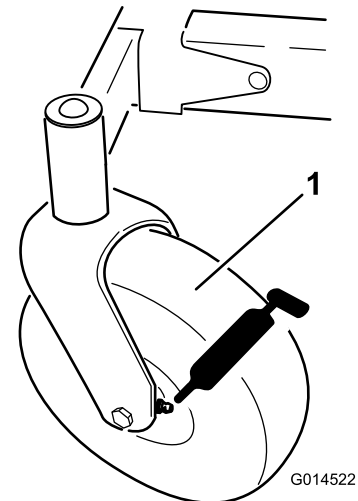
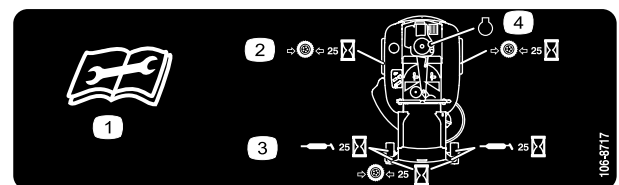

Figure 27
Figure 28
3. Nettoyez les graisseurs (Figure 27 et Figure 28) à l'aide d'un chiffon. Grattez la peinture qui pourrait se trouver sur le devant des graisseurs.
4. Raccordez une pompe à graisse à chaque graisseur (Figure 27 et Figure 28). Injectez de la graisse dans les graisseurs jusqu'à ce qu'elle commence à sortir des roulements.